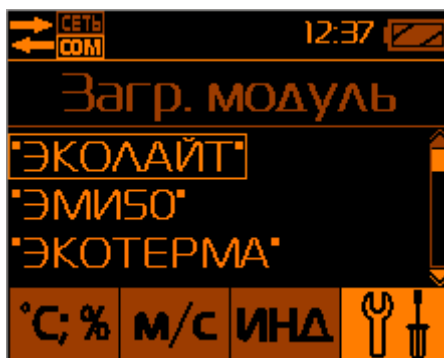

Рис.28 – Выбор программного модуля БОИ-01 вручную
2.7.4. Пункт системного меню «Загрузочный модуль» позволяет пользователю вручную осуществить переключение встроенного программного обеспечения БОИ-01 на работу с другими типами измерительных головок, например, с фотоголовкой ФГ-01 и т.д., если БОИ-01 поддерживает работу с этими типами измерительных головок (Рис.28).